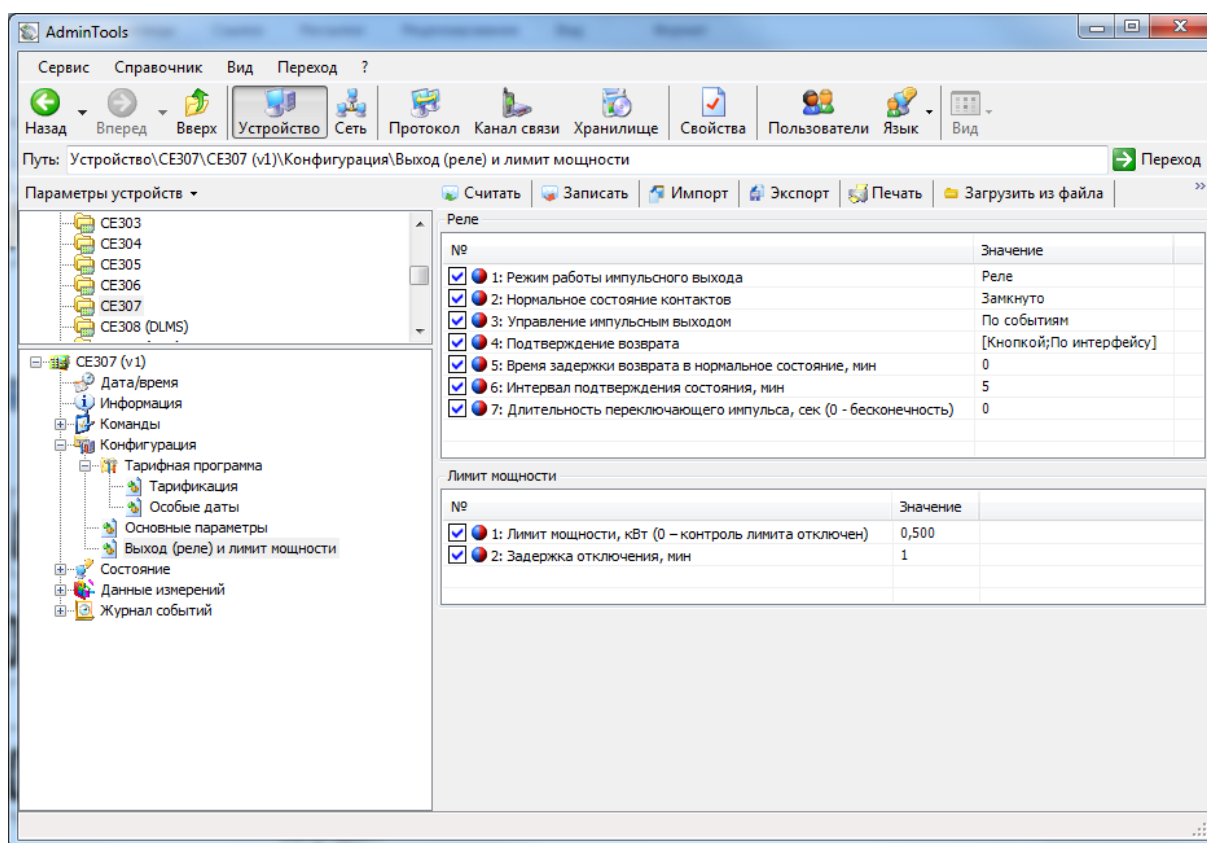

Рисунок 44 – Настройки реле и лимита мощности
5.4.7.2 Для реле реализован следующий набор настроек (см.Рисунок 44):